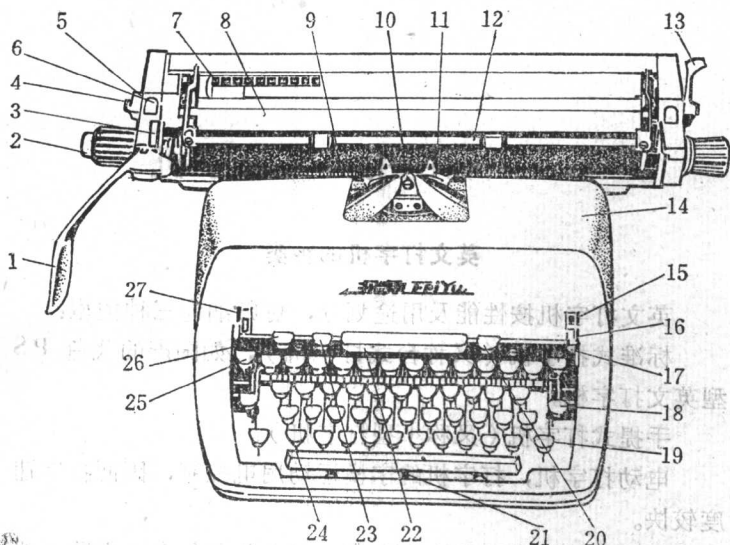
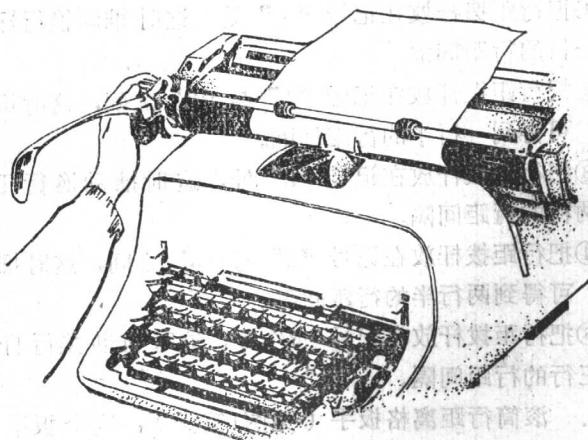
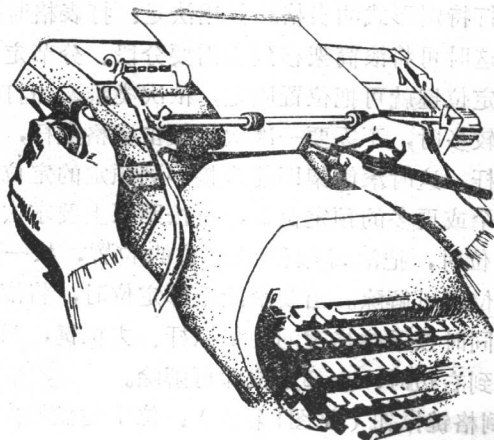
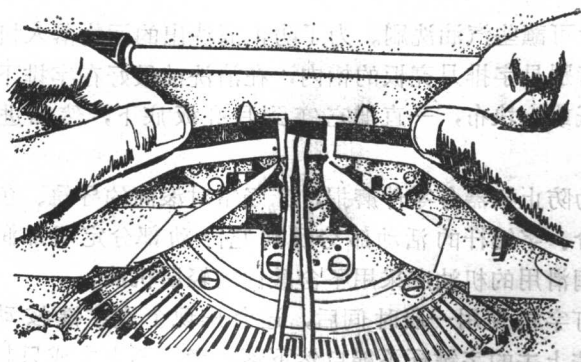

图1 飞鱼PS型打字机
图2 毛列律，士夫律的打字机
图 3
图4
在练习打字之前，首先要熟悉各操作机件的名称，以便为正确使用打字机打下基础。现以飞鱼 PS 型打字机为例，说明有关机件的名称和位置。见图1。
①换行杆（又称行距扳手）。②滚筒行距调节钮。③行距拨杆（又称固定隔行掣）。④滚筒架左右移动钮（又称机头滑动杆）。⑤滚筒行距距离格扳手（又称可变隔行掣）。⑥左右横向定位钮。⑦移动刻度尺。⑧滚筒罩板。⑨标尺。⑩字排基准板。⑪压纸架。⑫压纸尺。⑬松纸扳手。⑭机架防尘前罩壳。⑮色带指示器。⑯色带换向拨杆。⑰定位开启按钮（又称宽限掣）。⑱左右大写定位按钮（又称大写锁）。⑲左右大写按钮（又称大写键）。⑳跳格键的定位键（TAB+）。㉑空格按钮（又称间格棒）。㉒跳格键的跳格按钮（又称跳格棒）。㉓跳格键的去位键（TAB-）。㉔字键按钮（又称键盘）。㉕倒格键按钮（又称退格键）。㉖消除字键故障按钮。㉗字键轻重调节杆。
4. 装纸：根据纸张的宽度，调节移动刻度尺（见图1第⑦），将打字纸装在适当位置，如图2所示。
纸张装入滚筒后，如果出现歪斜现象时，可用右手将松纸扳手（见图1第⑬）向前扳动。这时滚筒抬起，纸张成松
5. 松纸扳手（见图1第⑬）：当把此扳手向后掀下时，滚筒即稍稍抬高，这时滚筒与纸张之间有一点点间隙，便于随意调整纸张的位置。
6. 标尺（见图1第⑨）：用来调整打字字行与轴向的距离，并可作为调正纸张歪斜的标准。
7. 滚筒左右移动钮（见图1第④）：这个掀钮装在机头的左、右（有的打字机只右边有）两端。如果需要把滚筒推到某一位置，只要掀住这个钮，就能使滚筒向左或向右自由滑动。
8. 行距拨杆（见图1第③旁边标有阿拉伯数字1、2、3）：行距拨杆可移动五个位置，拨成五种不同的行距：
①把行距拨杆放在记号“1”处，这时推动换行杆，可得到一行的行距间隔。
②把行距拨杆放在记号“1”与“2”之间，这时推动换行杆，可得到一行半的行距间隔。
③把行距拨杆放在记号“2”处，这时推动换行杆，可得到两行的行距间隔。
④把行距拨杆放在记号“2”与“3”之间，这时推动换行杆，可得到两行半的行距间隔。
⑤把行距拨杆放在记号“3”处，这时推动换行杆，可得到三行的行距间隔。
9. 滚筒行距调整格扳手（见图1第⑤）：这个扳手位于滚筒左端的轴头上，将扳手压下后，即可随意变动行距间隔，不受“1”、“2”、“3”行距的限制。
10. 左右大写按钮（见图1第⑩）：当需要打大写字母或某一字键上方所表示的数字或符号时，只要用左手小指或右手小指按下大写键，用其它手指敲击所需要的字键，即可打出大写字母或符号。例如要打S字的大写时，先用右手小指按下键盘右角的大写键按钮，然后用左手无名指敲击“S”键即成。击毕，随即放开右手小指，使滚筒恢复到原状。
11. 左右大写定位按钮（见图1第⑪）：按下这个按钮，即可使键盘一直保持打大写的状态，这时，英文大写字母或字键上方的符号均可连续敲击。如要恢复到原来敲击小写的状态，只要按一下左右大写按钮即可（见图1第⑪）。
12. 空格按钮（见图1第⑫）：是横置于键盘前长条状的键，敲击一下，滚筒就会移动一格。
13. 跳格键的跳格按钮、定位键、去位键（见图1第⑬、⑭、⑮）：用来安排每段文字起始的位置、排齐一系列
14. 倒格键揪钮（见图1第⑤）：位于键盘的左上角，按一下此键，可使滚筒倒退一格。
15. 左右横向定位钮（见图1第⑥）：根据纸张的大小，定左面位置时，将滚筒架移到字排基准板槽（见图1第⑩），对准打字纸所需要定位的地方，按一下左横向定位钮（见图1第⑥）即可，定右边位置时，按下滚筒架右移动钮（见图1第④），当滚筒移到打字纸的右边一个需要定位的位置时，按一下右横向定位钮即可定位。如需重新定位，可照以上步骤重复进行。但必须注意：当滚筒架移到新的位置时，手指应立即离开左或右横向定位钮，否则，所定出的位置不准确。
16. 压纸架的洞孔：用来划表格的直线和横线。划直线时把铅笔放在压纸架（见图1第⑪）的洞孔内，这时用左手转动滚筒轴头（见图3）。划横线时也把铅笔放在压纸架的洞孔内，根据表格横线的长短，按滚筒架左右移动钮（见图1第④）使机头自由移动。
图1第⑭)；把色带换向拨杆(见图1第⑯)扳到色带指示器(见图1第⑮)的中间位置，这时可用手转动一只色带盘，⑪将另一只色带盘内的色带绕在这只盘上，拔出两只色带盘。)然后，将色带换向拨杆再扳到色带指示器的下面“红”记号位置，同时轻轻地掀起两个字键使之并在一起，这时，色带架升高，色带即可取出(见图4)。重新安装色带盘时，要注意把色带盘中间的槽口对准转动轴架中间的槽口，并注意不要使转动轴架槽口内的一只小钩子嵌进色带中间，以免影响色带自动换向。
19. 定位开启按钮(见图1第⑰)：位于键盘的右上角，
20. 消除故障部件：在打字过程中，由于不小心很可能碰到邻近的字键，因而出现两个字键卡在一起的现象。这种现象称为轧字，这时按一下消除字键故障按钮（见图1第②6），字键就自动复位，但如果是好几个字键卡在一起，而且卡得很紧的话，那就需要用手轻轻地把卡住的字键由外往里一个一个个地拨开。